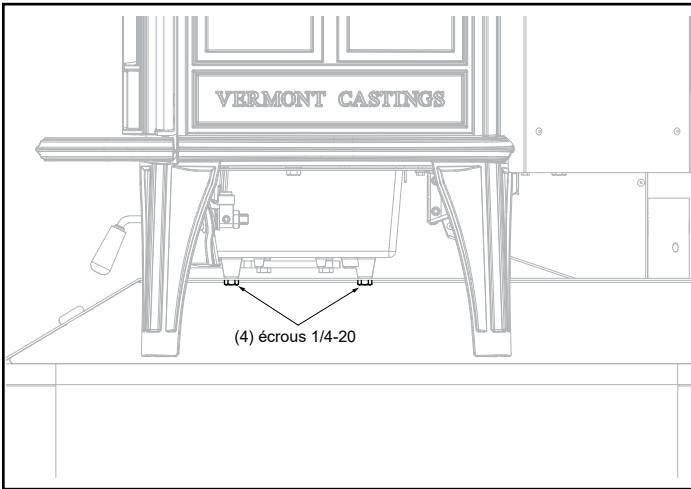

Figure 5.1 - Retirez la vanne du support de vanne.
Retirez l'appareil des supports de transport en dévissant les (2) boulons à tête hexagonale de 1/4-20 de chacun des supports en laissant les supports attachés à la palette, Figure 5.1. (Gardez les boulons à tête hexagonale de 1/4-20, car ils seront nécessaires plus tard pour installer l'écran thermique.)